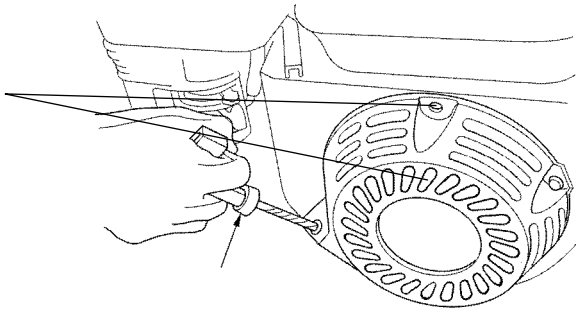

Рис. 38
- Потяните за рукоятку стартера до тех пор, пока вы не почувствуете сопротивление. Продолжайте тянуть рукоятку стартера до тех пор, пока отметка на шкиве стартера не совпадет с отверстием на кожухе стартера. В этом положении впускной и выпускной клапан двигателя закрыты. Таким образом, вы предохраните двигатель от внутренней коррозии (рис. 38).